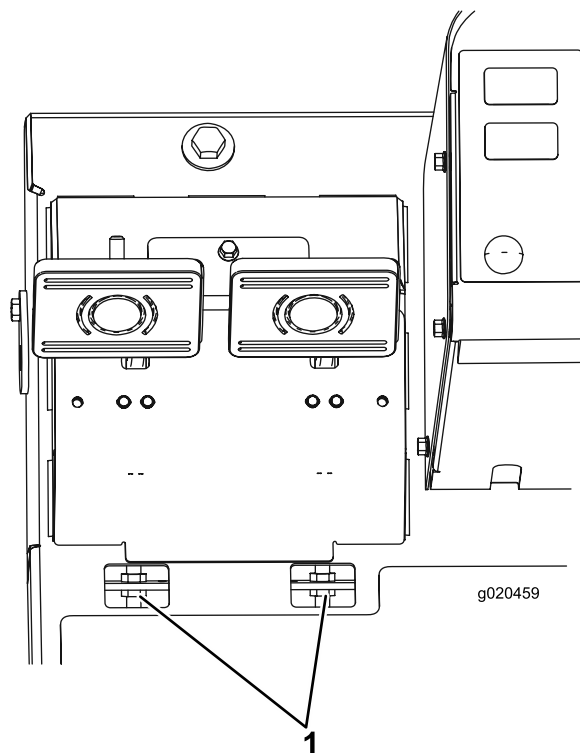

Figure 64
- B. Desserrez l'écrou avant sur l'extrémité fileté du câble de frein (Figure 64).